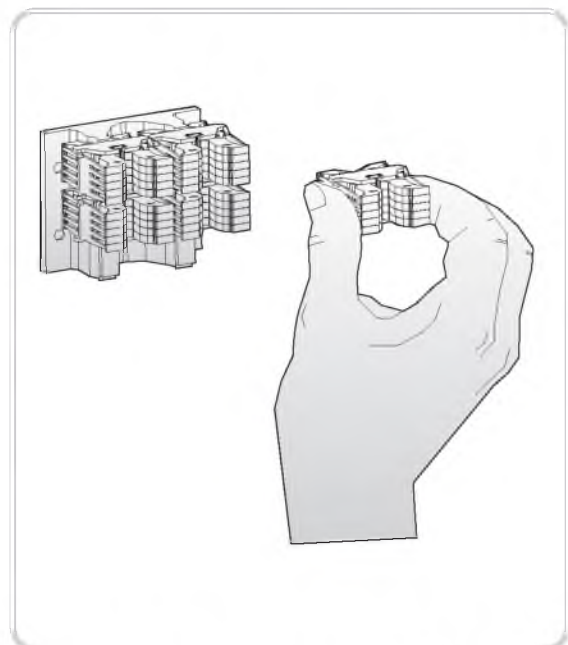

Рис. 9. Монтаж и демонтаж контактной группы
- Проверьте контактные группы (см. рис. 9).
- 3) Поврежденную контактную группу следует снять и заменить новой (см. рис. 9).